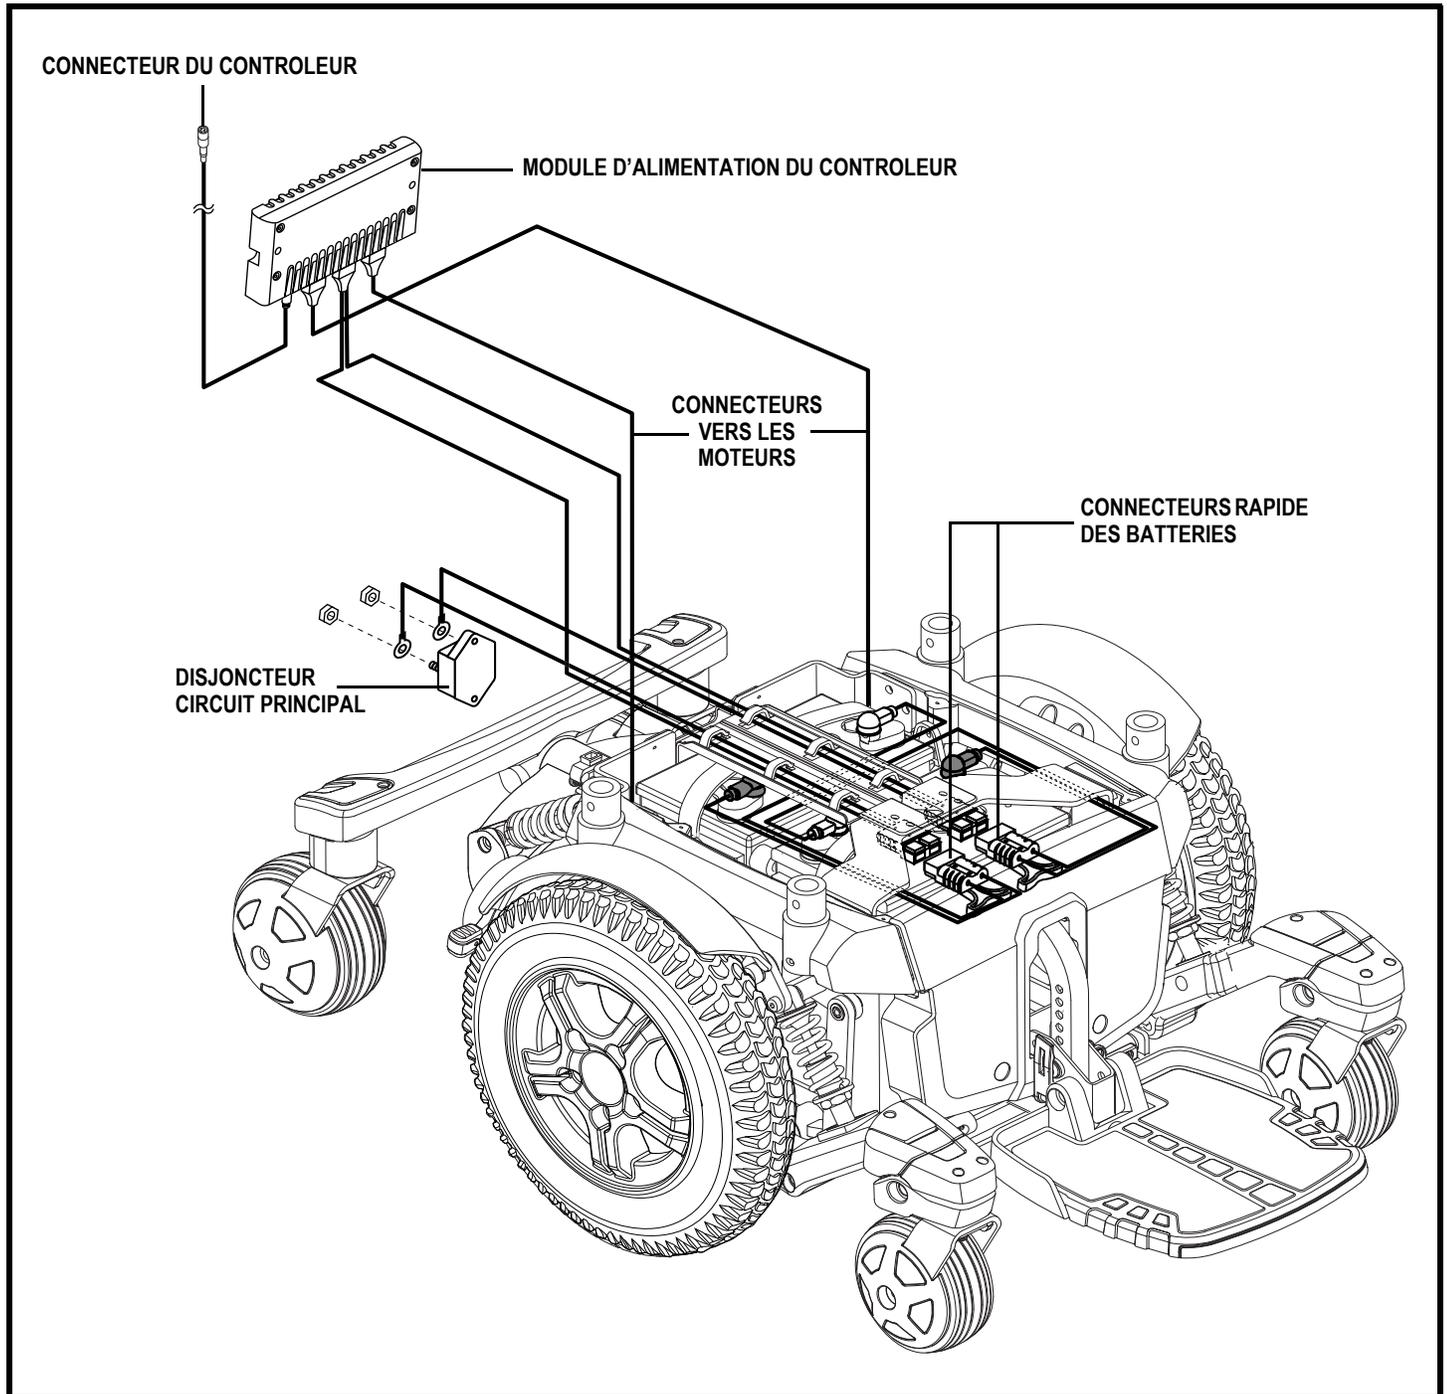

Figure 7. Composantes électroniques du Quantum 6000 Serie
Les composantes électriques sont le contrôleur, les batteries et les moteurs. Les batteries, les moteurs et le module d'alimentation du contrôleur (si équipé) sont situés sur la base motorisée. Le contrôleur est situé sur le module de siège. Les composantes sont reliées entre elles à l'aide de un ou plusieurs câbles. **Voir la figure 7.**
6. Branchez le connecteur du contrôleur dans la base motorisée. **Voir la figure 7.**
4. Débranchez le/les connecteur(s) du contrôleur de la base motorisée. **Voir la figure 7.**